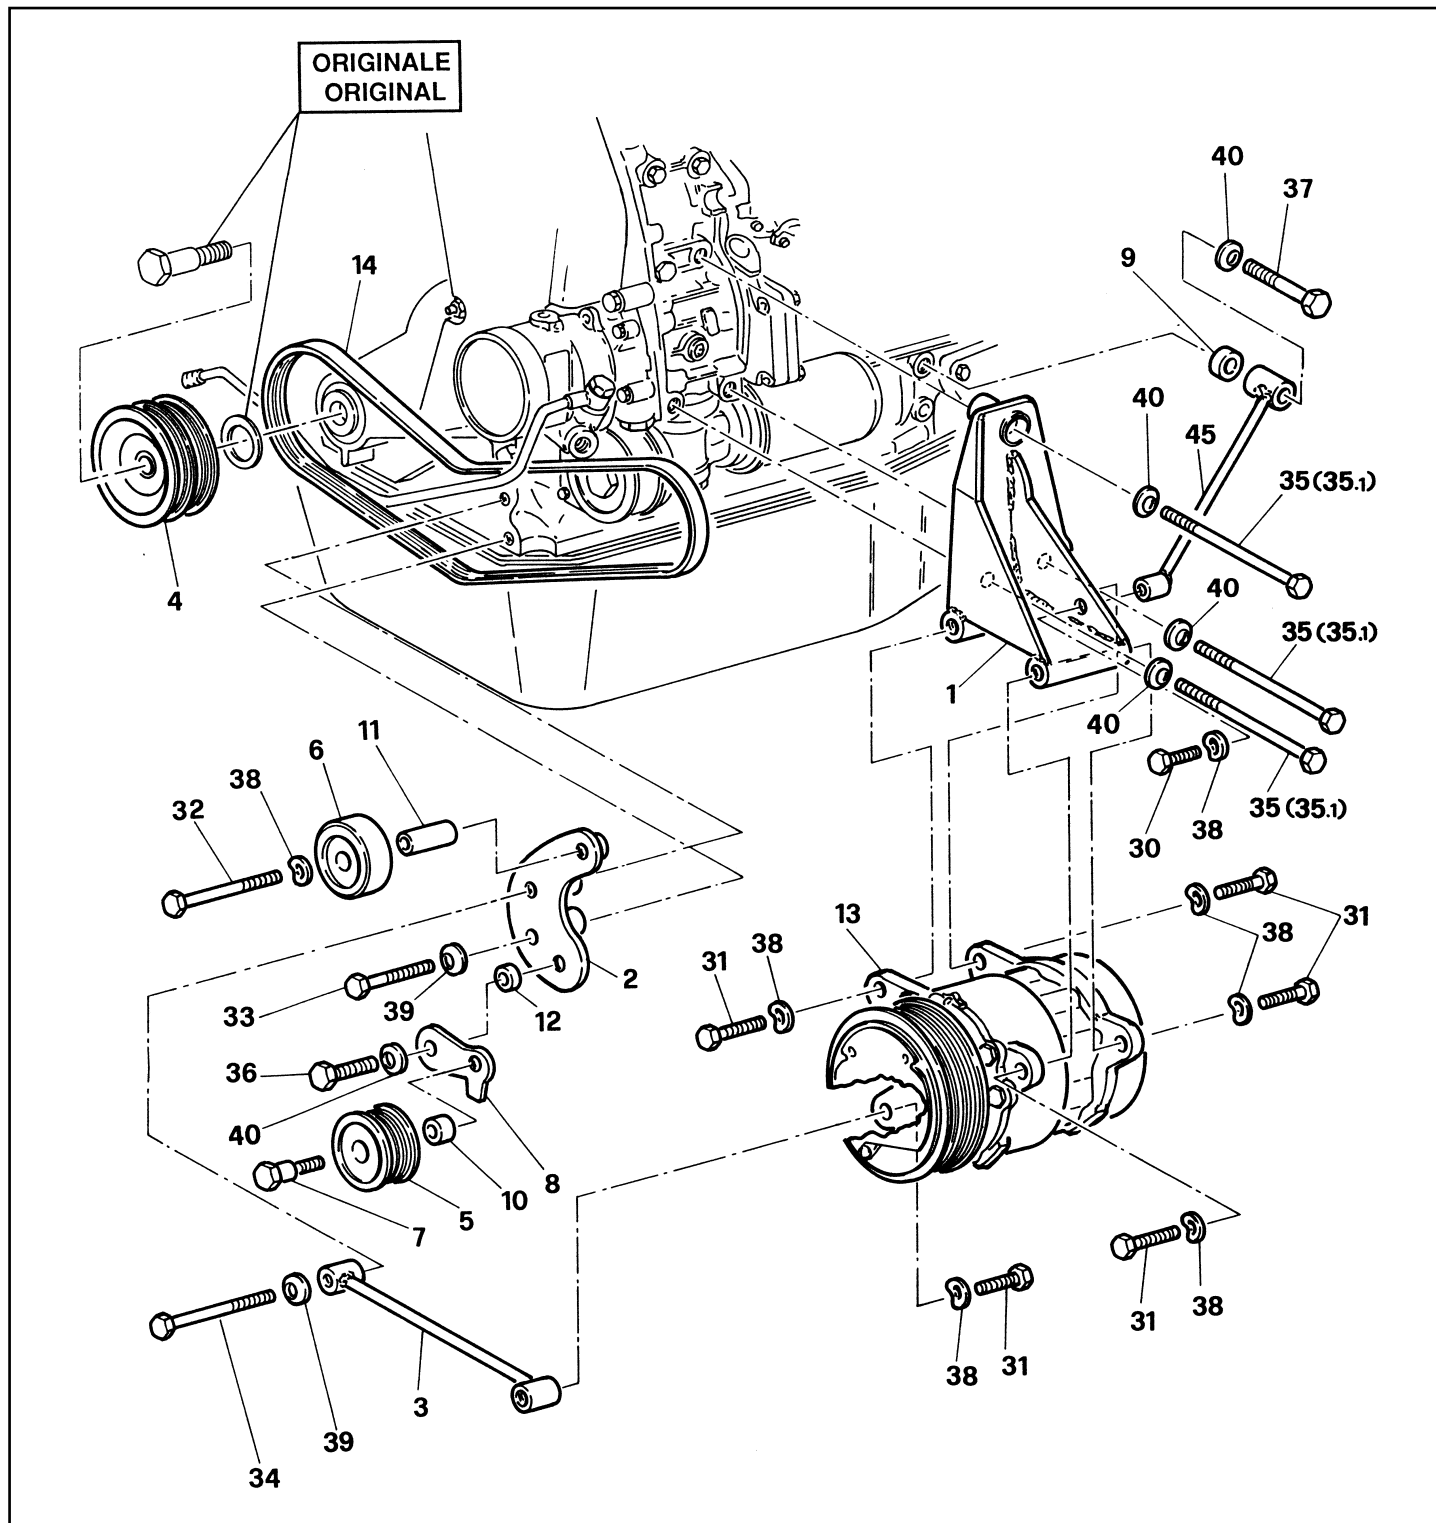

FIG. 8
- I** Montare la piastra supporto compressore «1» fissandola al blocco motore, in corrispondenza dei punti «a-b-c» di fig. 4 mediante viti e rondelle fornite. Montare il tirante «45» fissandolo alla piastra «1» ed al blocco motore (punto «d» di fig. 5) mediante bulloneria fornita (vedi anche figura seguente). Confrontare con schema riassuntivo di fig. 8.
- F** Monter la plaque de support compresseur «1» en la fixant au bloc moteur, en correspondance des points «a-b-c» de la fig. 4, à l'aide de la vis et de la rondelles fournies. Monter le tirant «45» en le fixant à la plaque «1» et au bloc moteur (point «d» de la fig. 5), à l'aide de la boulonnerie fournie (voir également la figure suivante). Comparer avec le schéma récapitulatif de la fig. 8.
- GB** Mount the compressor support plate «1» and secure it to the engine block at points «a-b-c» in Fig. 4. Secure with the screws and washers provided. Install the tie-rod «45» and secure it to plate «1» and to the engine block (at point «d» in Fig. 5). Secure with the nuts and bolts provided (also see the following figure). Also see the diagram in Fig. 8.
- D** Kompressorträger «1» einbauen und am Motorblock in Übereinstimmung der Punkte «a-b-c» der Abb. 4 mit Schraube und U-Scheibe befestigen. Stütze «45» einbauen und an Träger «1» und an Motorblock (Punkt «d» der Abb. 5) mit geliefertem Schraubensatz befestigen (siehe auch folgende Abbildung). Mit Schaltschema der Abb. 8 vergleichen.
- E** Montar la placa soporte compresor «1» fijándola al bloque motor en correspondencia con los puntos «a-b-c» de fig. 4 mediante tornillos y arandelas abastecidas. Montar el tirante «45» fijándolo a la placa «1» y al bloque motor (punto «d» de fig. 5) mediante tornillería abastecida (ver también figura siguiente). Comparar con esquema resumido de fig. 8.
- I** Fissare il compressore «13» alla piastra «1» mediante bulloneria fornita (confrontare con schema riassuntivo di fig. 8 e con figure seguenti). Raccordare la cinghia di trasmissione fornita «14» al compressore.
- F** Fixer le compresseur «13» à la plaque «1», à l'aide de la boulonnerie fournie (comparer avec le schéma récapitulatif de la fig. 8 et des figures suivantes). Raccorder la courroie de transmission fournie «14» au compresseur.
- GB** Secure the compressor «13» to plate «1» using the nuts and bolts provided (also see the diagram in Fig. 8 and the following figure). Hook up the supplied transmission belt «14» to the compressor.
- D** Kompressor «13» an Träger «1» mit geliefertem Schraubensatz befestigen (mit Schaltschema der Abb. 8 und den folgenden Abbildungen vergleichen). Antriebsriemen «14» an Kompressor anschließen.
- E** Fijar el compresor «13» a la placa «1» mediante tornillería abastecida (comparar con esquema resumido de fig. 8 y con figuras siguientes). Empalmar la correa de transmisión abastecida «14» al compresor.
- Confrontare con schema riassuntivo di fig. 8.
Comparer avec le schéma récapitulatif de la fig. 8.
See diagram in Fig. 8.
Mit dem Schaltschema der Abb. 8 vergleichen.
Comparar con esquema resumido de fig. 8.
Confrontare con schema riassuntivo di fig. 8 e figura seguente.
Comparer avec le schéma récapitulatif de la fig. 8 et de la figure suivante.
See diagram in Fig. 8 and the following figure.
Confrontar con esquema resumido de fig. 8 y figura siguiente.